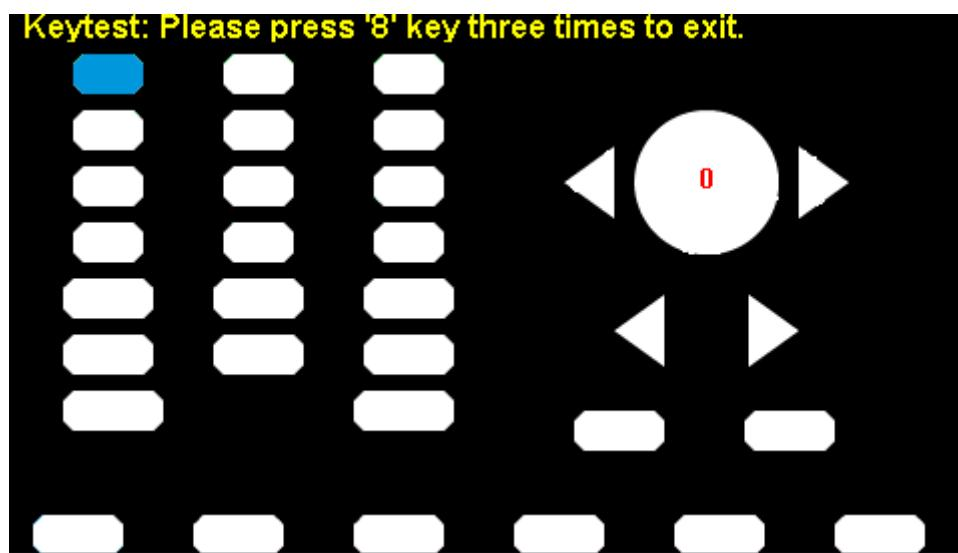

图 2-50 按键测试界面
- 屏幕上显示“Keytest: Please press ‘8’ key three times to exit.”的提示信息表示按数字按键”8” 3次退出测试。如图2-50所示：